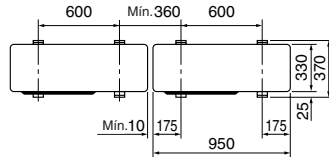

Fig. 4-1
- Cerchiórese de instalar la unidad en una superficie robusta y nivelada para evitar los ruidos de traqueteo durante la operación. (Fig. 4-1)